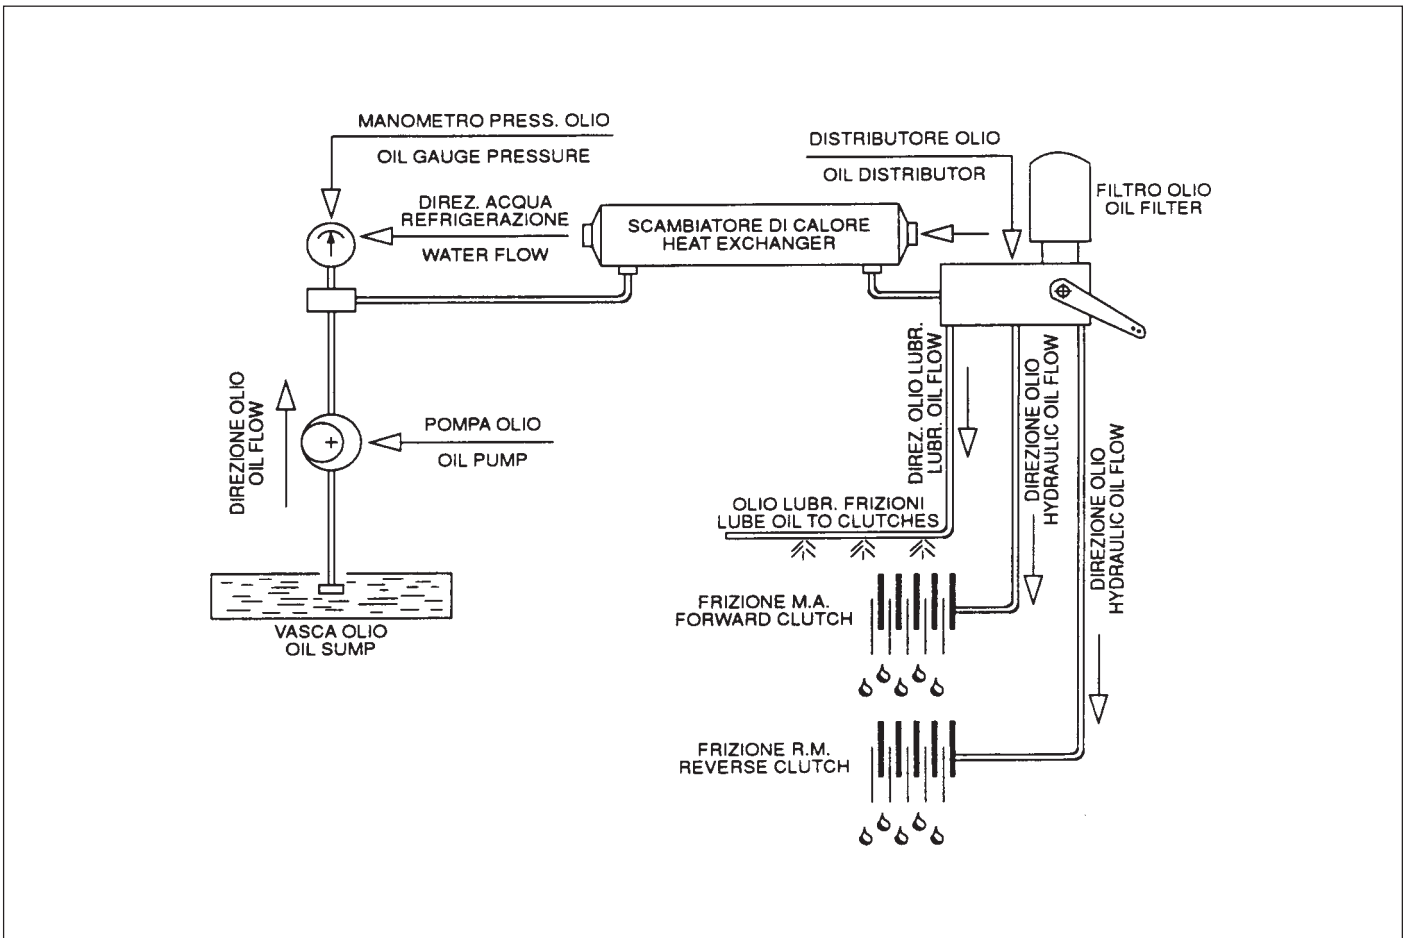

Fig. 4
- **Impianto idraulico:** l'olio è aspirato dalla pompa, viene raffreddato attraverso lo scambiatore di calore e mandato al distributore. Nel distributore è presente una valvola regolatrice di pressione che riduce la pressione della pompa dell'olio per la lubrificazione dei cuscinetti e delle frizioni; l'olio in bassa pressione, prima di arrivare, alle utenze viene raffreddato mediante lo scambiatore di calore. L'olio, alla pressione della pompa, è utilizzato per il comando delle frizioni. La deviazione dell'olio è ottenuta con il distributore. La valvola regolatrice di pressione assicura lo scarico dell'olio nella carcassa in caso di sovrappressione del circuito (Fig. 4).
- **Hydraulic circuit:** *oil from pump section is first cooled by the oil cooler then directed to the distributor where a regulation valve is placed. It reduces pressure from the delivery pressure of pump to the bearings and clutches lubrication valve. Low pressure oil is cooled by the oil-cooler before going to use. High pressure oil is used to engage the clutches. Oil for deviation is obtained acting on the selector valve. The regulation valve assures the oil discharge to sump in case of circuit overpressure (Fig. 4).*